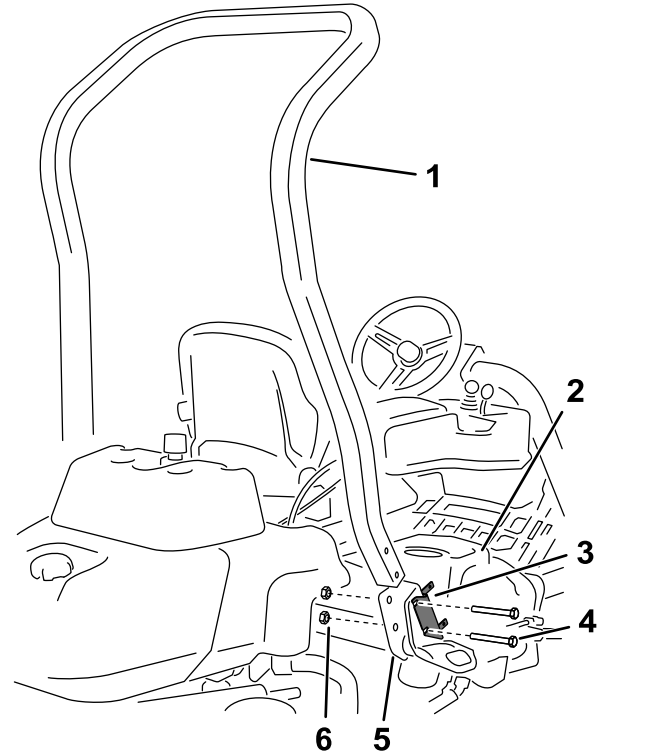

图3
- 4. 如图3 所示卸下将保险丝盒支架固定至 ROPS 支架上的 2 个螺栓。